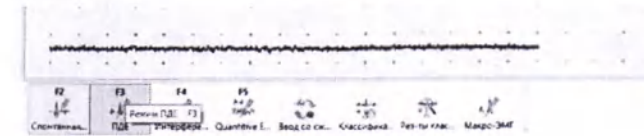

Рис. 173. Переход в режим регистрации ПДЕ
- Для перехода в режим регистрации ПДЕ нажмите клавишу [F3] на клавиатуре или в меню кнопку на экране (рис. 173).